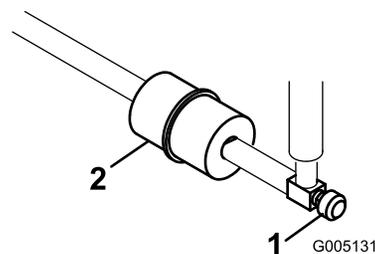

Figura 33
O filtro encontra-se na linha de combustível entre o depósito de combustível e o carburador (Figura 33).
- Feche a válvula de corte do combustível (Figura 33).
- Coloque um recipiente de escoamento debaixo do filtro, desaperte a braçadeira de tubos que se encontra no lado do carburador e retire a tubagem de combustível do filtro (Figura 33).
- Desaperte a braçadeira de tubos e retire o filtro (Figura 33).